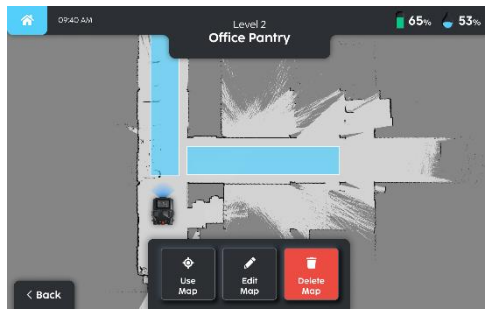

Fig. 3
3. Selecteer de optie "kaart gebruiken" om de kaart te wijzigen (Fig. 3).